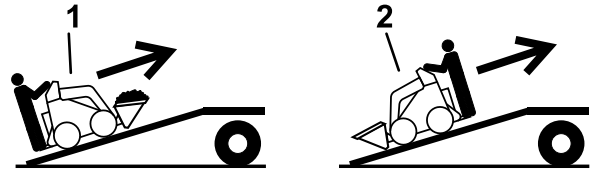

Figure 12
5. Placez toujours l'extrémité la plus lourde de la machine en haut de la rampe, la charge en bas, lorsque vous chargez la machine sur la remorque (Figure 12).
1. Abaissez la rampe (Figure 12).